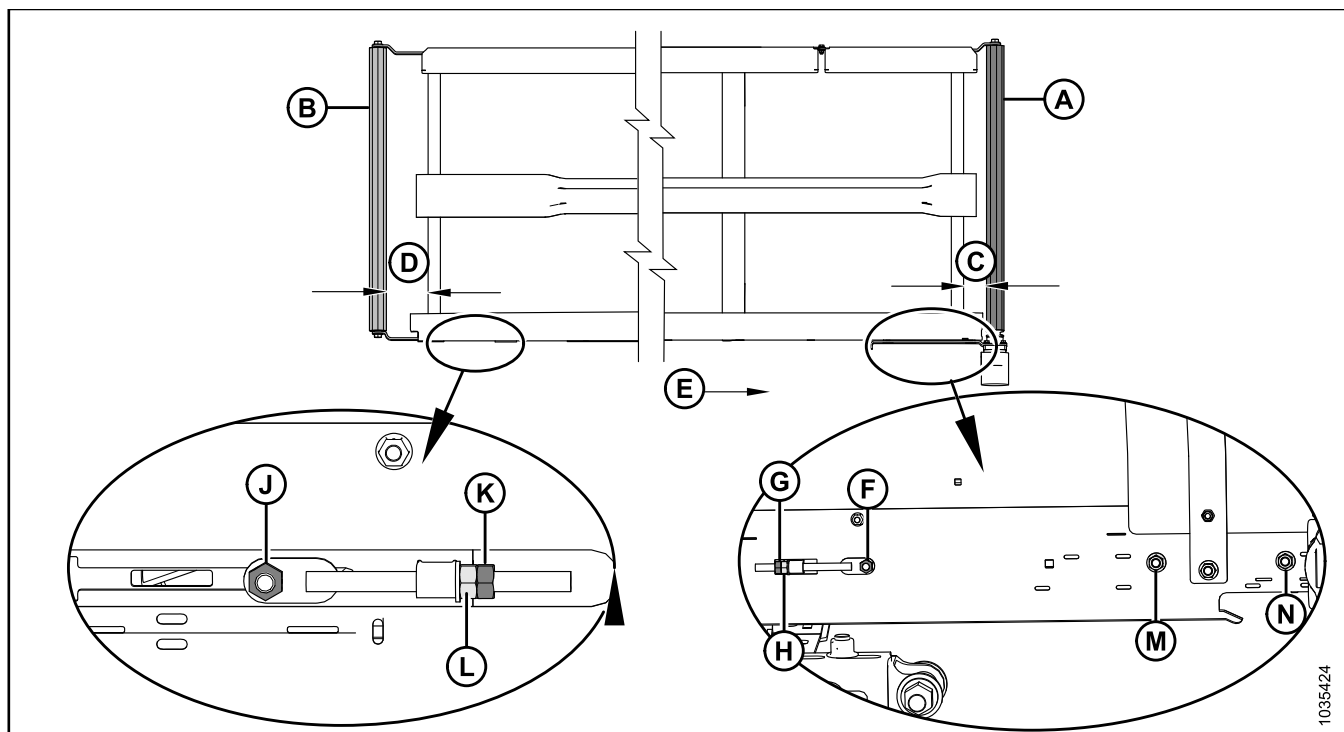

Figure 5.100: Réglage de l'alignement du tapis – Tapis gauche
2. Réglez le rouleau d'entraînement (A) pour changer C (consultez le tableau 5.11, page 301 et la figure 5.100, page 301) comme suit :
- a. Desserrer les écrous (F), (M) et (N), et le contre-écrou (G).
- b. Tournez l'écrou de réglage (H).
- c. Serrer les écrous (F), (M) et (N), et le contre-écrou (G).
3. Réglez le rouleau libre (B) pour changer D (consultez le tableau 5.11, page 301 et la figure 5.100, page 301) comme suit :
- a. Desserrez l'écrou (J) et le contre-écrou (K).
- b. Tournez l'écrou de réglage (L).